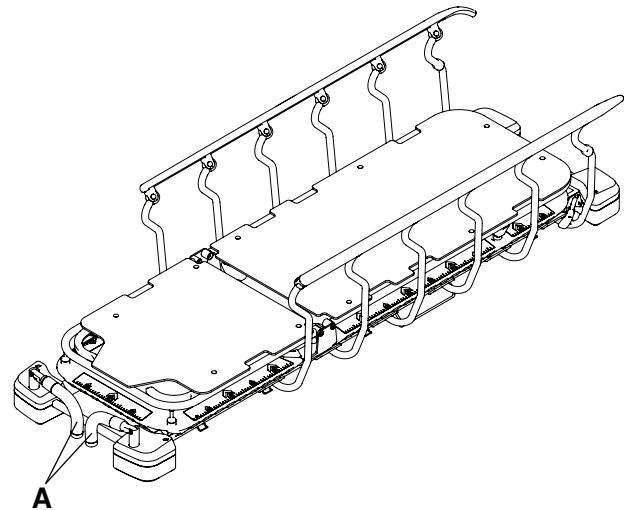

Abbildung 8 – Verstauen der Kopfende-Schiebegriffe
4. Um die Kopfende-Schiebegriffe (A) in die Parkposition zu bringen, die Schritte in umgekehrter Reihenfolge ausführen (Abbildung 8).